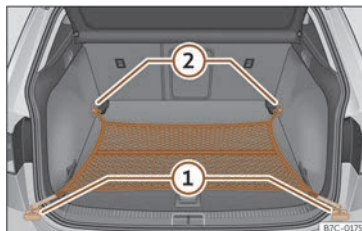

Fig. 165 No maleteiro: bolsa de rede enganchada case tocando o piso.
- Fixe os ganchos da rede nas argolas de amarre >>> fig. 165 (1) e (2) >>> ⚠️. A cremalleira da bolsa ten que quedar cara arriba.